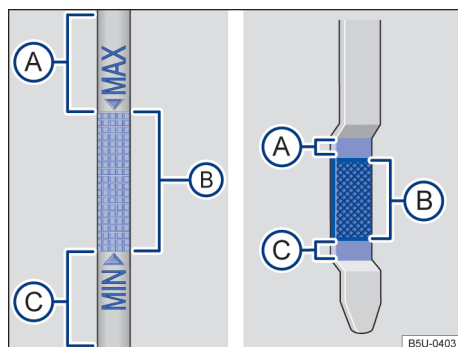

Fig. 150 Vareta de medição do óleo com marcas de nível do óleo do motor.
7. Retirar novamente a vareta de medição do óleo e ler o nível no óleo do motor na vareta de medição → Fig. 150 da seguinte maneira:
13. No final do processo de abastecimento do óleo, o nível do óleo do motor deve estar, ao menos, no meio da área → Fig. 150 , mas jamais acima da área  → .
- Não ligar o motor se o nível do óleo do motor estiver acima da área → Fig. 150 . Procurar auxílio técnico especializado. Caso contrário, o catalisador e o motor podem ser danificados! ▶
O nível do óleo do motor não deve em nenhuma hipótese ultrapassar a área → Fig. 150 (A). Com o nível acima dessa área, o óleo pode ser aspirado pela ventilação do cárter, sendo lançado na atmosfera pelo sistema de escape. Além disso, o óleo pode ser queimado dentro do catalisador, danificando-o.
Em caso de alta demanda do motor, o nível do óleo do motor deve estar o mais próximo possível da área → Fig. 150 (A) – sem ultrapassar, como, por exemplo, em longas conduções em estrada durante o verão ou durante travessias de montanhas.